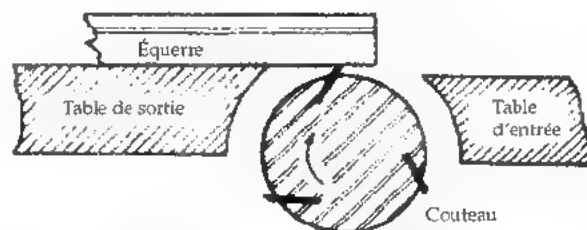

FIGURE 24
4. Placez une équerre sur la table de sortie, et sur le dessus de la tête de coupe Fig. 24.